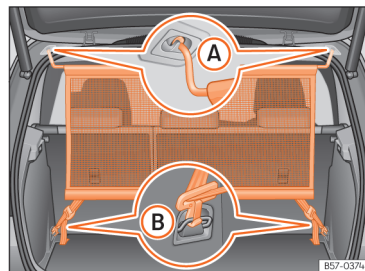

Рис. 175 Установлена розділова сітка.
- Причепіть розділову сітку на лівому боці даху >>> **рис. 175 (А)**. Обов'язково витягніть поперечну штангу вниз повз верхнє положення.
- В аналогічний спосіб зафіксуйте розділову сітку на правому боці даху, стиснувши поперечну штангу >>> **рис. 175 (А)**.
- Зачепіть два гачки розділової сітки за кріпильні вушка багажного відсіку >>> **рис. 175 (Б)** й добре натягніть ремені кріплення.